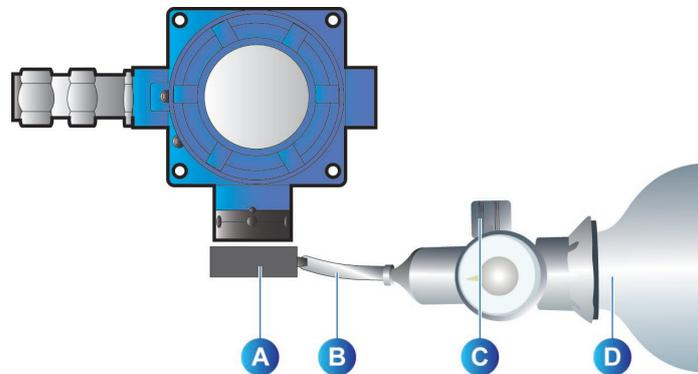

Abbildung 13 : Nullpunktjustierung (OLC 100).
2. Setzen Sie die Kalibrierkappe "A" auf den Sensorkopf (Abbildung 13, „A“).
2. Setzen Sie die Kalibrierkappe "A" auf den Sensorkopf (Abbildung 13, „A“)